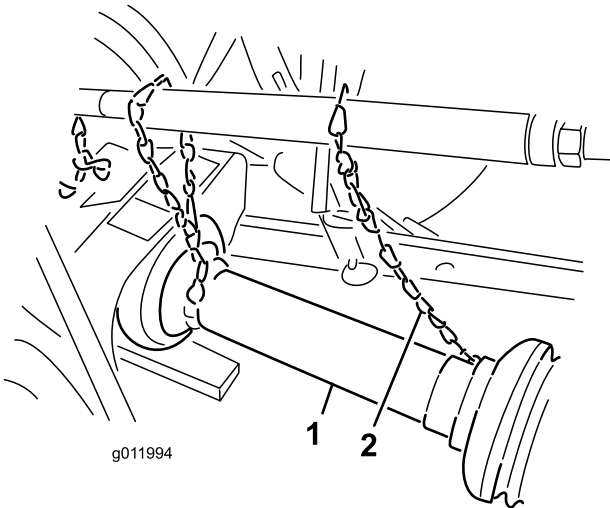

Bild 6
5. Verbinden Sie die Sicherheitsketten der Abdeckungen von den Zapfwellenabschnitten mit den geschweißten Clips an den Gestängearmen oder den Schutzblechen der Zapfwelle (Bild 6).